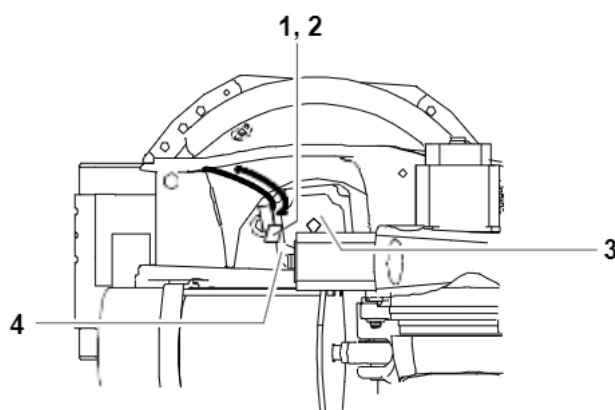

Fig. 3 Снятие, установка серводвигателя переменного тока А 1
- (2) Отсоедините разъемы XM1 и XP1 от разъемов (рис. 3/1, 2).
- (3) Отвинтите четыре винта с головкой под шестигранник M12x25-8,8 (4).
- (4) Отпустите и извлеките серводвигатель переменного тока А 1 (3).
- (1) Осмотрите зубья серводвигателя переменного тока (рис. 3/3) и редуктора на предмет загрязнения (например, ржавчины).
- (2) Очистите зубья серводвигателя переменного тока (рис. 3/3) и редуктора.
- (3) Перед установкой нанесите тонкий, но непрерывный слой смазки Microlube GL 261 на зубья серводвигателя переменного тока (рис. 3/3) и редуктора.
- (1) Удалите все защитные покрытия и масло с нового серводвигателя переменного тока A 1, если применимо.
- (2) Очистите зубья серводвигателя переменного тока (Рис. 3/3) и редуктора перед установкой и нанесите тонкий, но непрерывный слой смазки Microlube GL 261.
- (3) Очистите монтажную поверхность серводвигателя переменного тока A 1 на редукторе.
- (4) Установите серводвигатель переменного тока A 1 (3).
Гнезда XM1 (1) и XP1 (2) должны быть расположены, как показано на рис. 3. Вставку серводвигателя переменного тока A 1 можно облегчить, осторожно повернув его вокруг оси вращения.
- (5) Вставьте четыре винта с головкой под шестигранник M12x25-8,8 (4).
- (6) Затяните четыре болта с шестигранной головкой (4) с помощью динамометрического ключа, увеличивая момент затяжки MA в диагонально противоположной последовательности в несколько этапов до указанного значения ($MA = 78 \text{ Нм}$).
- (7) Вставьте разъемы XM1 и XP1 в гнезда (1, 2).
- (8) **Для напольных роботов в наклонном положении: снимите предохранители от поворота робота вокруг оси вращения 1.**
- (9) Выполните настройку нуля (см. Руководство по эксплуатации, KR C2, Глава «Запуск», Раздел Робот «Освоение / демонтаж»).